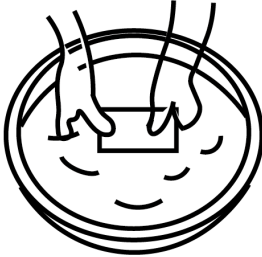

Rysunek 20
- Wyjmij filtr powietrza z obudowy filtra powietrza, Rys. 20.